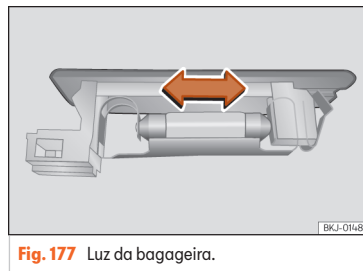

Fig. 177 Luz da bagageira.
- Pressione a lâmpada lateralmente e retire-a do alojamento >>> **Fig. 177**.